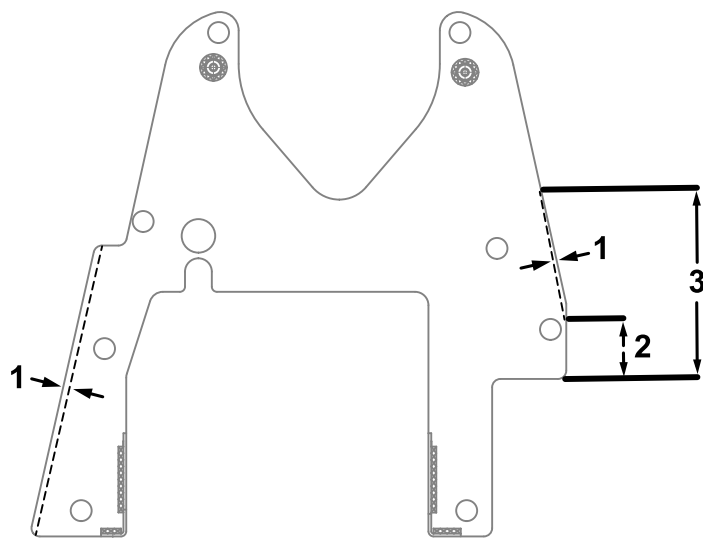

图7
- 对于 Greensmaster 3400 或 3420 机器：请参阅图7。